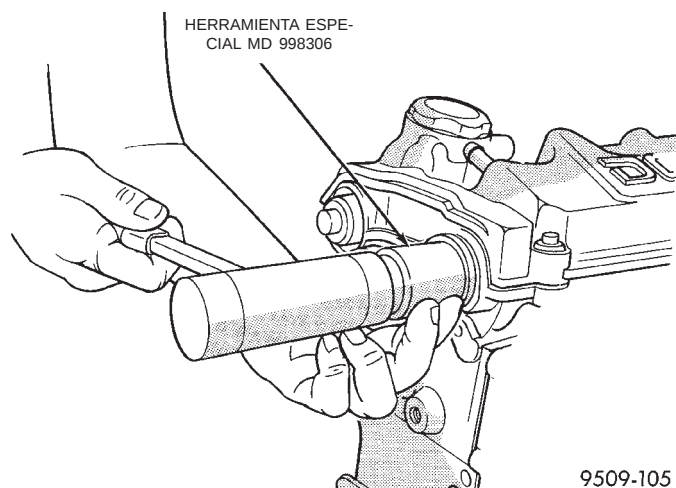

Fig. 71 Instalación de la junta del árbol de levas
(1) La superficie de la junta del eje no debe tener barniz, suciedad ni melladuras. Si fuera necesario, lije con un papel de lija granulado 400.
(2) Instale la junta del árbol de levas en la culata de cilindros, con la herramienta especial MD-998306, hasta que quede a ras de la culata (Fig. 71).
(3) Instale la tapa trasera de la correa de distribución. Consulte el procedimiento en esta sección.